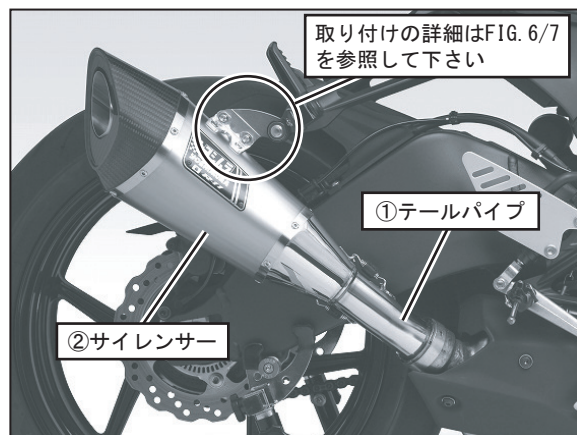

FIG. 5
6. ①テールパイプに②サイレンサーを差し込み、③サイレンサーステーを純正ボルト、純正ワッシャ、純正ナットを使用して車両のタンデムステップブラケットに仮締めして下さい。（FIG. 5, 6, 7参照）